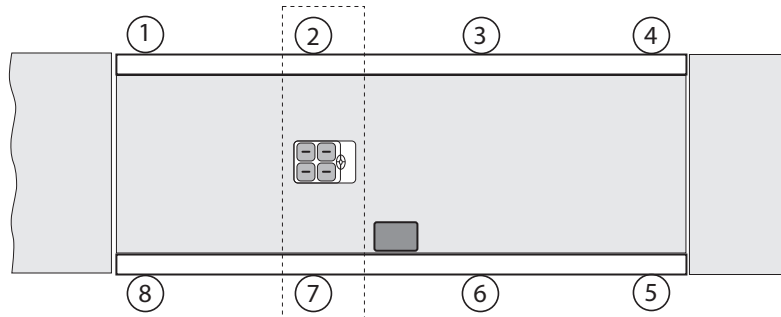

Figura 7-5. Trimming Paired Sections 2:7, 3:6 and 4:5
2. Mueva el carrito a la siguiente sección pareada (2 y 7 en la Figura 7-5) y registre las lecturas en el indicador. Haga el mismo procedimiento para las dos siguientes secciones (celdas 3 y 6, y celdas 4 y 5). Registre las lecturas.